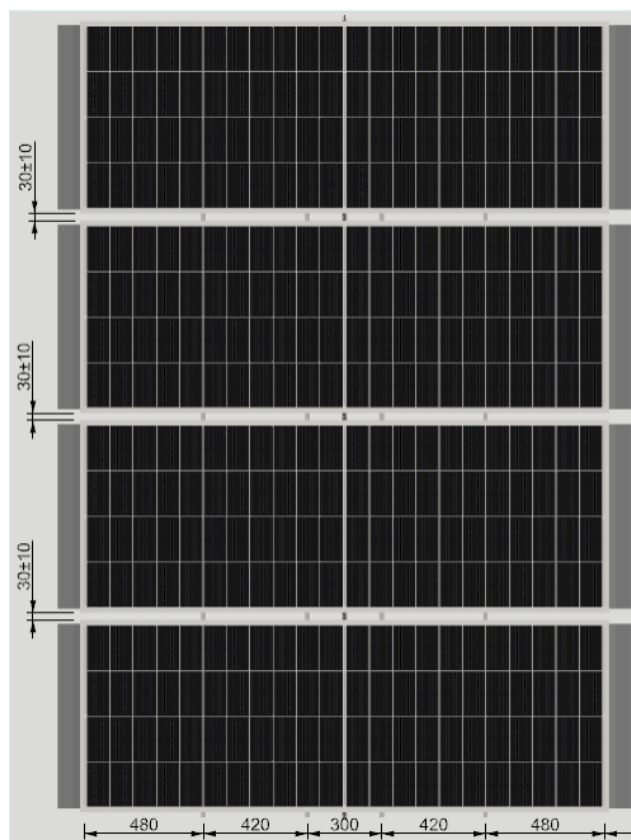

図 14
- PPO 角パイプの底部にブチルテープを施工します。製品設置中央の 6 本の 2390mm パイプの底部には、 $300\pm 30\text{mm}$ の長さのブチルテープを 2390mm 角パイプの先端・中央・末端位置に定点で分割貼付します (図 13 参照)。その後、前項で墨出しした 6 本の縦方向基準線に沿って設置してください (図 14 参照)。